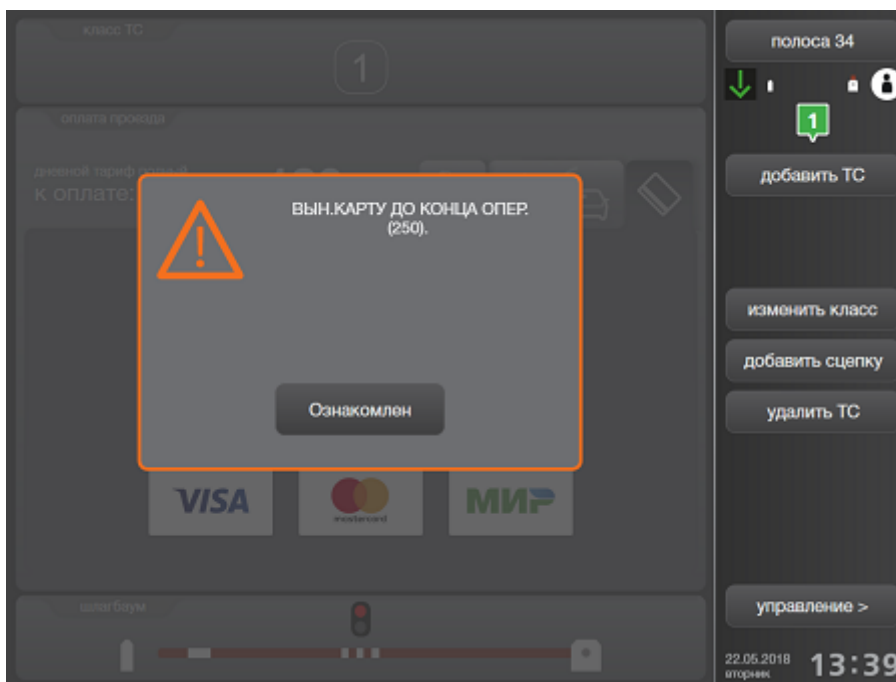

Рисунок 89. Ошибка при оплате проезда ТС банковской картой
- 2) Если карта **не читается** терминалом (по причине отсутствия связи с банком или технического сбоя карты/терминала), то на экране терминала появится соответствующее сообщение (например, на рис. 89 приведено сообщение об ошибке при досрочном удалении карты из банковского терминала), либо будет отсутствовать реакция на считывание карты.